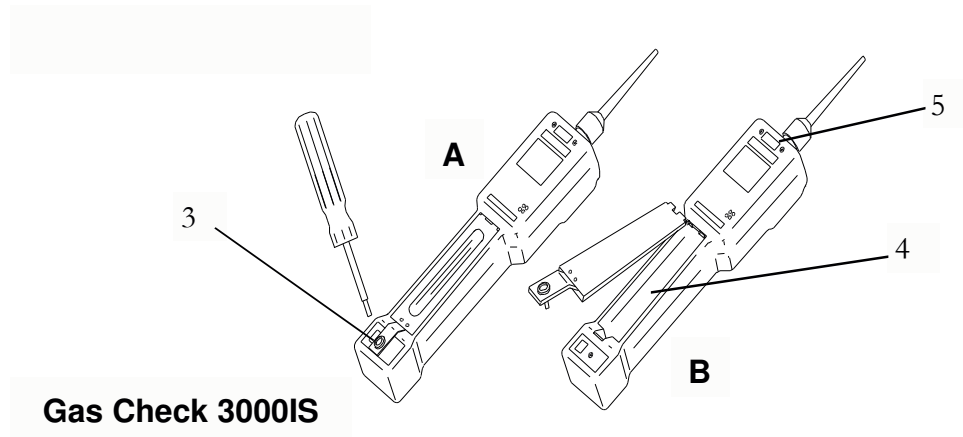

Abb. 6 – Batterieaustausch (für GAS-CHECK 3000is)
- 1 Siehe Abb. 6. Das GAS-CHECK umdrehen, so daß das Batteriefach oben liegt. Siehe Detailzeichnung A.
- Die auf Ihrem GAS-CHECK aufgestempelte Seriennummer, siehe hierzu Abb. 6.